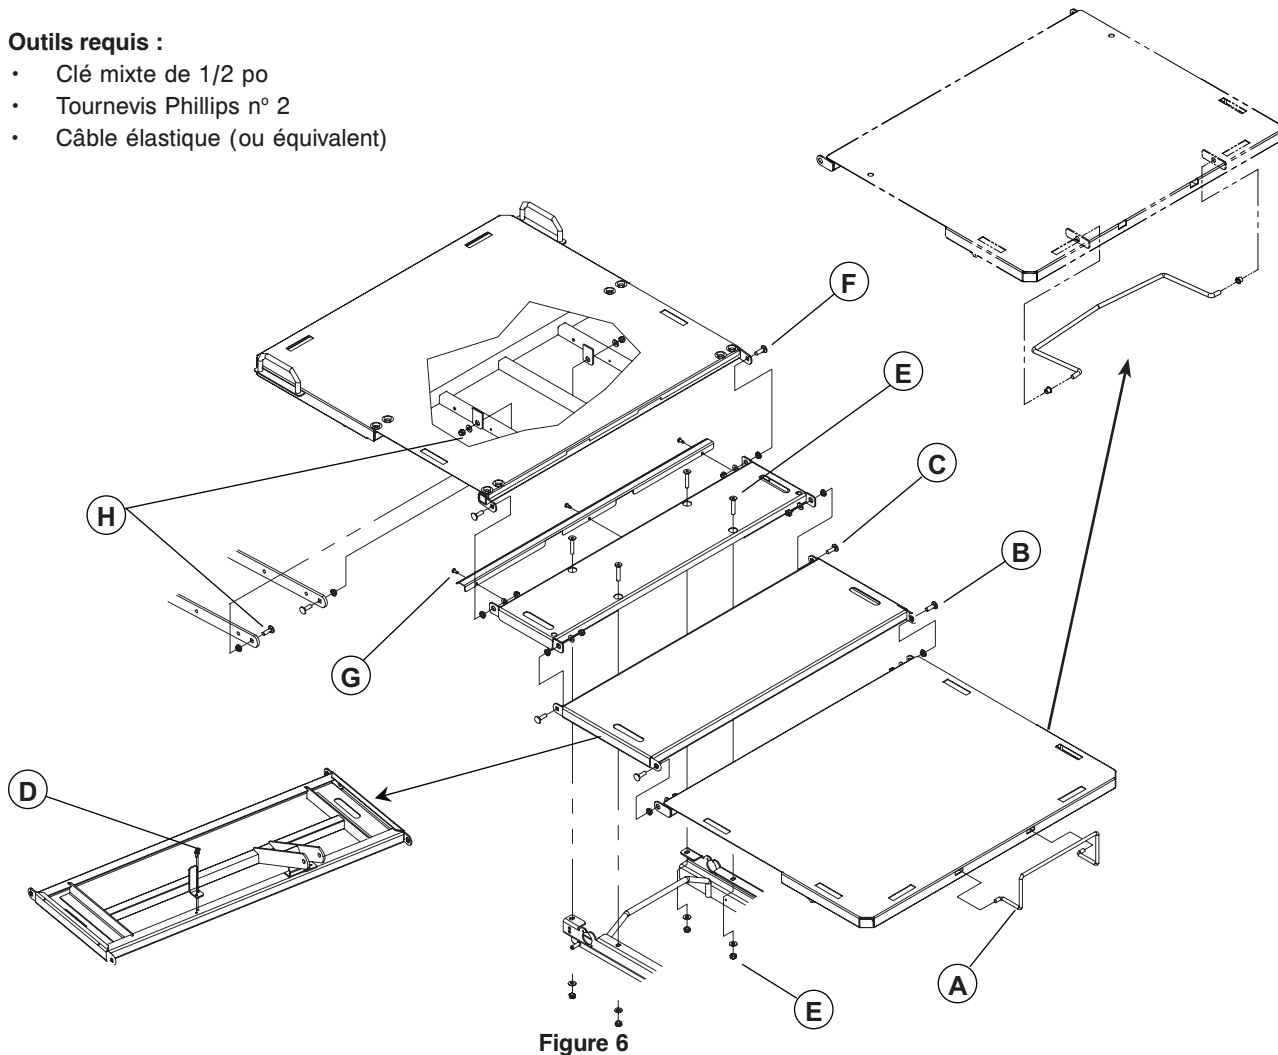

Figure 6
À moins d'indication contraire, se reporter à la Figure 6, à la page 2-36, pour cette procédure.
19. À l'aide d'une clé mixte de 1/2 po, retirer les deux contre-écrous, les deux entretoises à épaulement et les deux boulons ((F, Figure 6, page 38) fixant la section de tête à la section de siège.